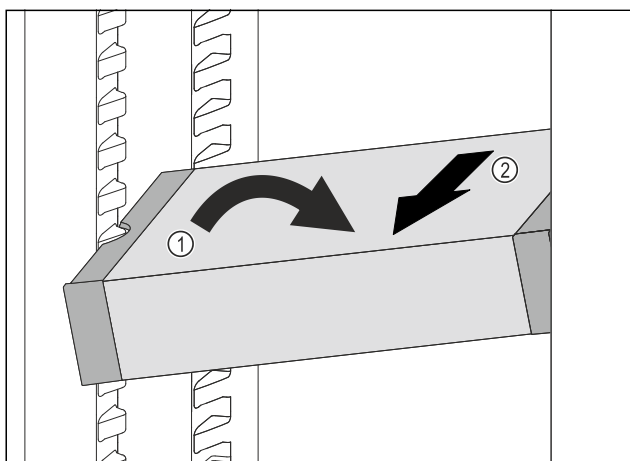

Fig. 145
- Ukosite ladicu VarioSafe u hladnjaku. Fig. 145 (1)
- Izvadite ladicu VarioSafe prema naprijed. Fig. 145 (2)